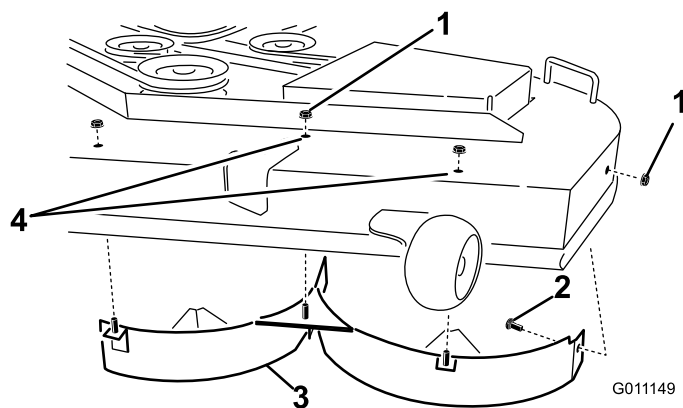

Bild 36
6. Entfernen Sie die drei Sicherungsmuttern (5/16"), mit denen die geschweißten Streben des linken Ablenkblechs oben am Mähwerk in der Mitte, links von der Mitte und in den linken Stellungen befestigt sind (Bild 36). Entfernen Sie die Schlossschraube und die Sicherungsmutter an der Seitenwand des Mähwerks, die das linke Ablenkblech am Mähwerk befestigen.
7. Entfernen Sie das linke Ablenkblech vom Mähwerk, wie in Bild 36 dargestellt.
8. Finden Sie die zwei Schrauben an den losen Teilen und verwenden Sie die vorhandenen Sicherungsmuttern. Setzen Sie die Befestigungen in die Löcher oben am Mähwerk ein, wie in Bild 36 dargestellt, um das Herausschleudern von Grünabfällen zu vermeiden. Setzen Sie die Schrauben durch die Unterseite des Mähwerks ein und verwenden Sie eine vorhandene Sicherungsmutter, um von oben zu sichern.